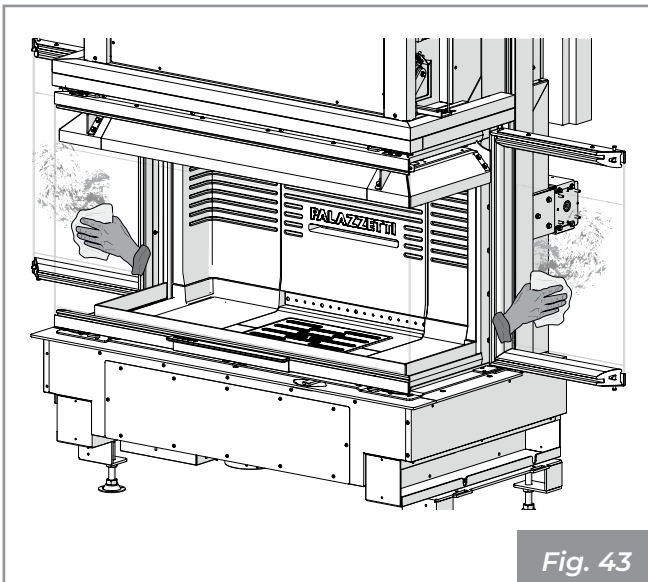

Fig. 43
- 3) Pulire il vetro con un panno umido o con della carta inumidita e passata nella cenere (Fig. 43). Si possono anche usare dei detergenti adatti per la pulizia dei forni da cucina.